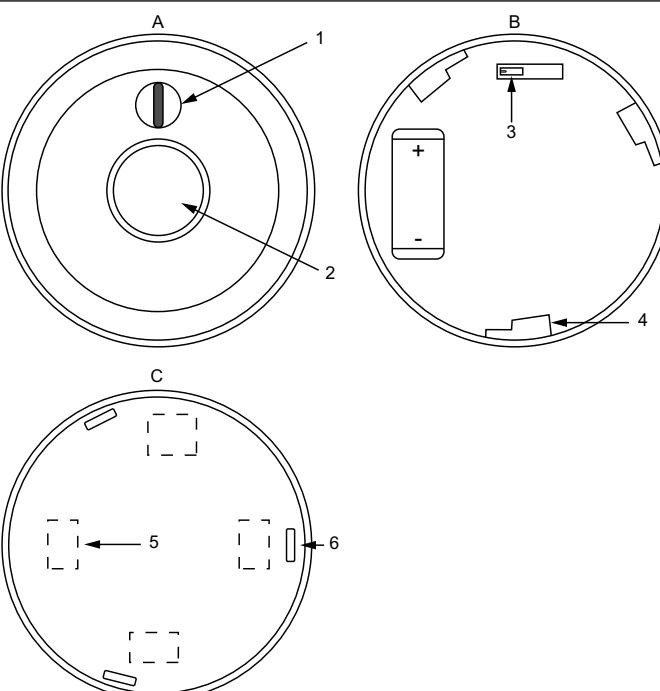

Bild 2 A = Gerät, Vorderseite, B = Gerät, Rückseite, C = Sockel
1. Die Öffnungen an der Innenseite des Sockels herausbrechen. Siehe Bild 2